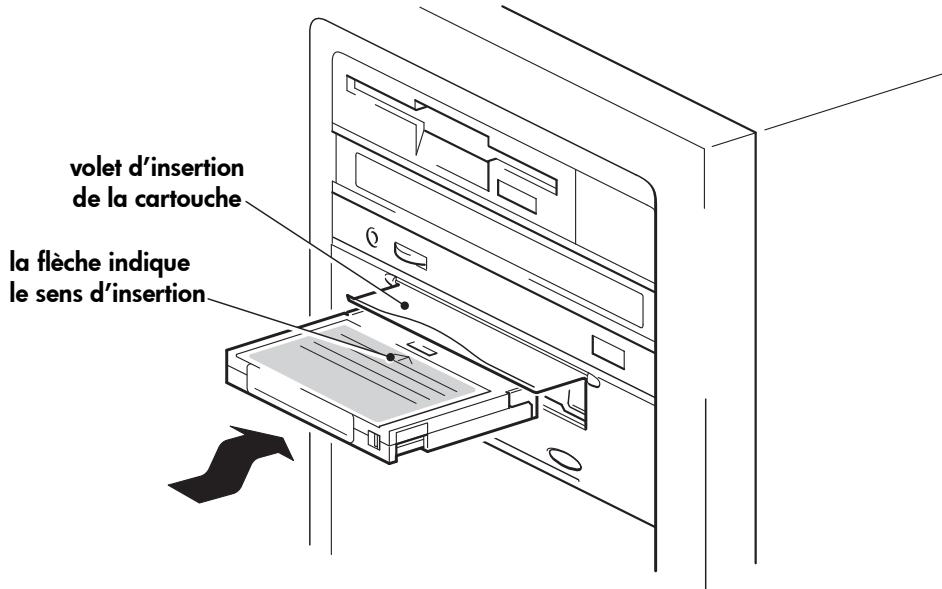

Figure 10a : chargement d'une cartouche
**1** Soulevez le volet d'installation de la cartouche à l'avant du lecteur et insérez la cartouche dans le logement frontal du lecteur, la flèche blanche étant placée en haut et face à la porte du volet. Appuyez doucement sur la cartouche jusqu'à ce qu'elle soit happée et chargée par le lecteur (voir figure 10a).